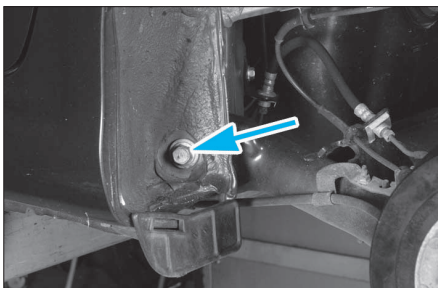

FIG. 25
- Desserrer sans déposer les vis, les 2 fixations de la traverse d'essieu arrière (Fig.25).
- les 2 vis de fixations (Fig.25) de la traverse d'essieu arrière.